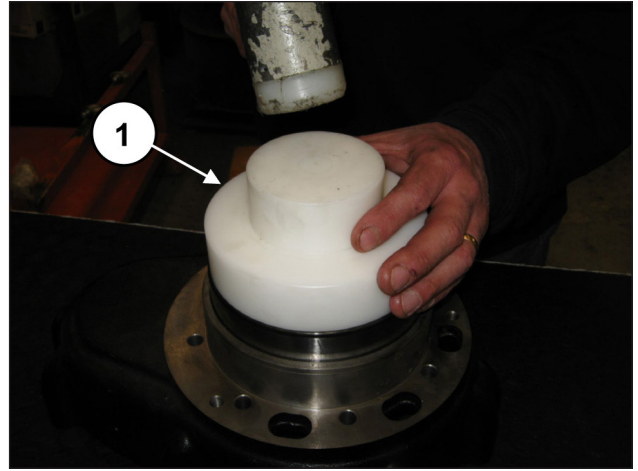
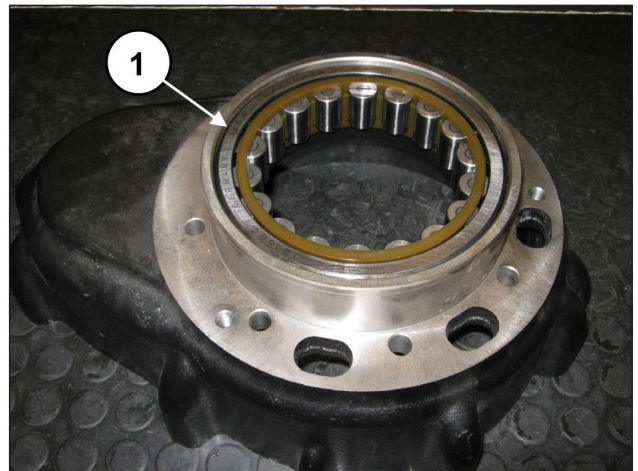

Fig. 53
Fig. 54
Prémonter la bague externe du coussinet du vilebrequin de l'autre côté du boîtier du réducteur à l'aide de l'outil réf. 27605000 (rep. ①, Fig. 53) et le pousser à fond (rep. ①, Fig. 54).